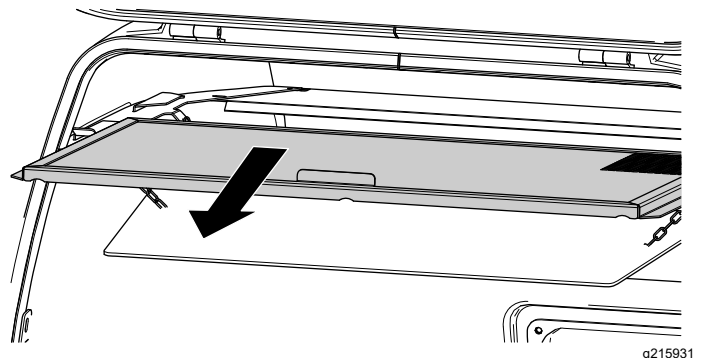

Bild 112
3. Entfernen Sie das Fangboxgitter und reinigen Sie es (Bild 112).